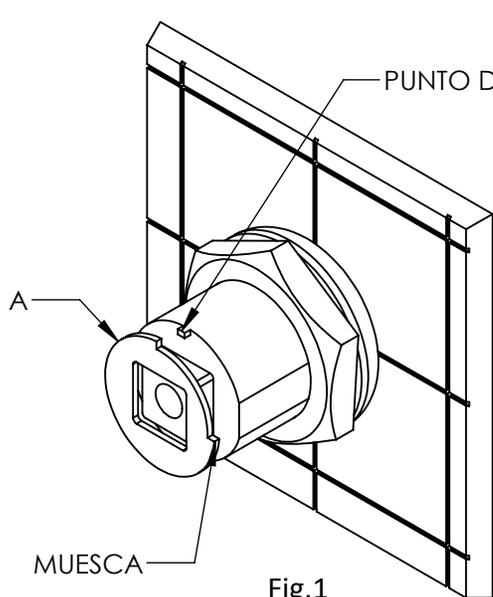

Fig.1
3. Manteniendo apoyada la chapa sobre la superficie plana, gire el candado como lo indica la Fig.2, de manera que la muesca quede invertida (Véase Fig.1 y Fig.2 para apreciar antes y después).